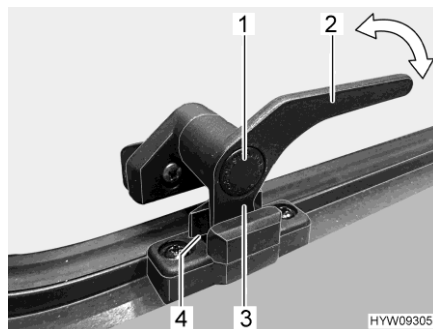

Fig. 23 Leva di serraggio (posizione "Aerazione continua")
- In posizione di "Aerazione continua" (Fig. 23)
- Premere il bottone di sicurezza (Fig. 23,1) e mantenerlo premuto.
- Ruotare la leva di serraggio (Fig. 23,3) di un quarto di giro verso il centro della finestra.
- Girare nuovamente all'indietro la leva di serraggio. Riportare contemporaneamente il nasello di chiusura (Fig. 23,3) della leva di serraggio nella rientranza della chiusura della finestra (Fig. 23,4).
- Rilasciare il bottone di sicurezza (Fig. 23,1).